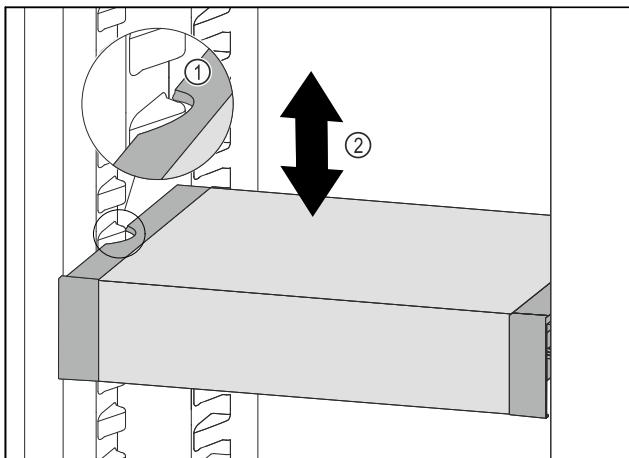

Fig. 40
- Тяните VarioSafe вперед, пока боковые выемки VarioSafe не окажутся на высоте выступа резервуара в холодильном отделении. Fig. 40 (1)
- Двигайте VarioSafe в холодильном отделении вверх или вниз, пока не будет достигнута требуемая высота. Fig. 40 (2)